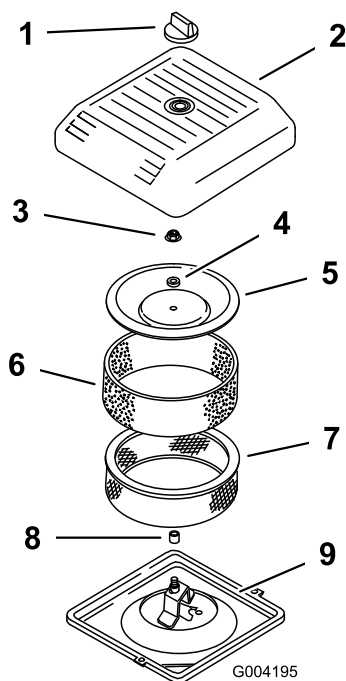

Figura 14
2. Desenrosque el pomo y retire la cubierta del limpiador de aire (Figura 14).
3. Deslice cuidadosamente el prefiltro de gomaespuma para separarlo del elemento de papel (Figura 14).
4. Desenrosque la tuerca de la tapa y retire la tapa, el espaciador y el filtro de papel (Figura 14).
2. Coloque el conjunto del limpiador de aire sobre su base (Figura 14).
3. Instale la tapa y el espaciador y fíjelos con la tuerca de la tapa (Figura 14). Apriete la tuerca a 10,7 Nm.
4. Instale la tapa del limpiador de aire y sujétela con el pomo (Figura 14).